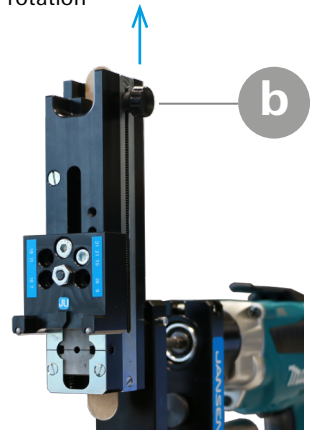

Abb. 3
2. Pousser le bouton d'avance (b) vers le haut jusqu'à ce qu'il s'enclenche (fig. 3).